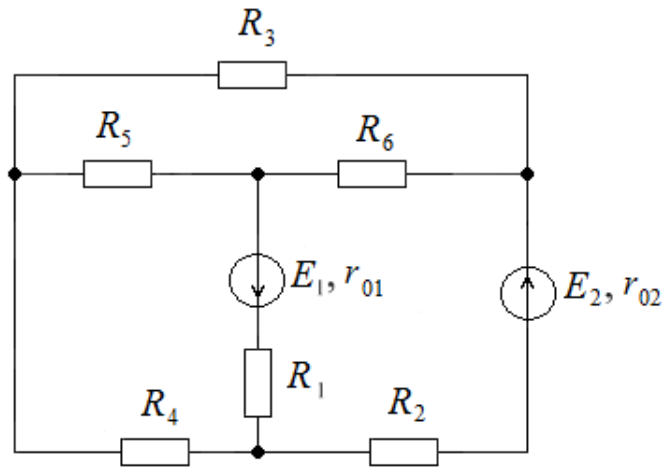

Рис. 137
70. Определить ток I_1 методом эквивалентного генератора в электрической цепи (рис. 137), если $E_1 = 50$ В; $E_2 = 30$ В; $R_1 = 54$ Ом; $R_2 = 34$ Ом; $R_3 = 25$ Ом; $R_4 = 20$ Ом; $R_5 = 25$ Ом; $R_6 = 40$ Ом; $r_{01} = 1$ Ом; $r_{02} = 1$ Ом.